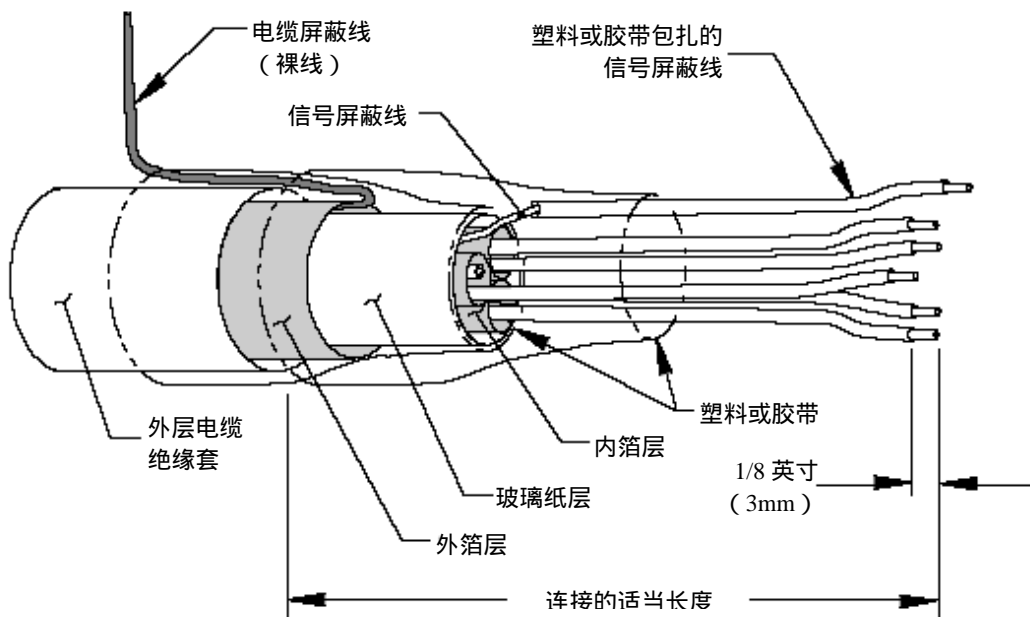

图 2-7 CE 终端详细说明 (仅适用于 CE)
1. 参考图 2-7，小心地将外层电缆的绝缘套及外箔层向后剥去适当的长度，这样露出信号屏蔽线、电缆屏蔽线及玻璃纸包扎的线束。